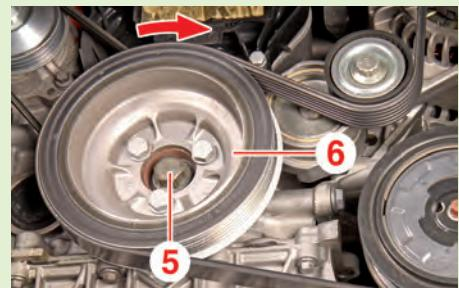

Fig.5
- Placer l'outil assemblé sur la vis (5) de la poulie de vilebrequin (6) (Fig.5).